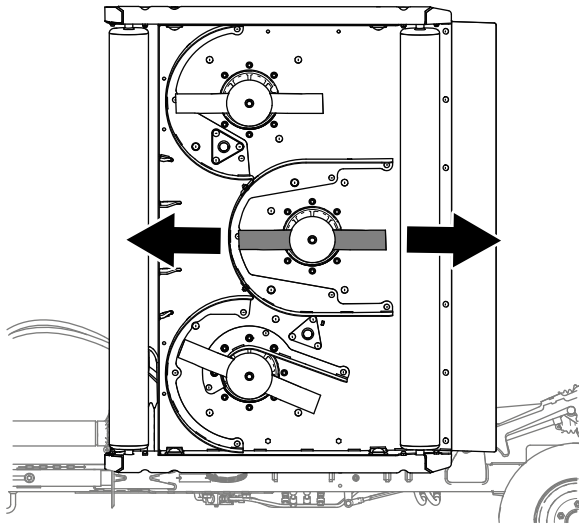

Bild 78
1. Richten Sie an jedem Mähwerk, dessen Neigung Sie einstellen möchten, das mittlere Mähmesser wie in **Bild 78** dargestellt aus.